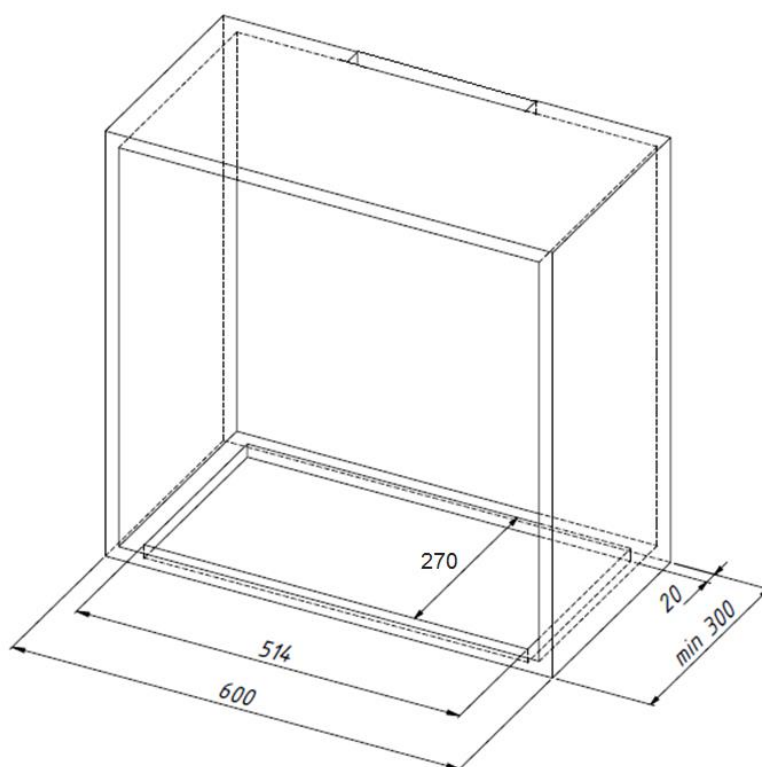

Рис. 2
2. Вырезать отверстие 514x270 (рис. 2).